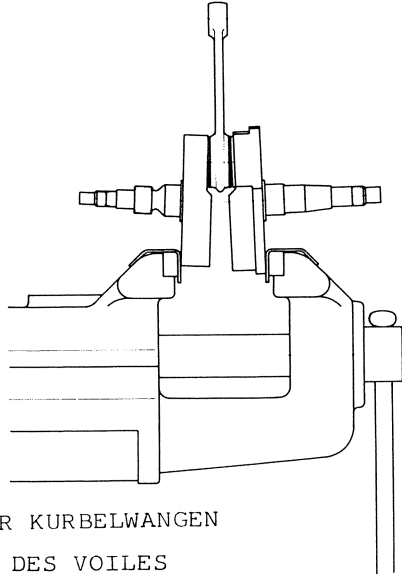

Fig. 53
- 2) Sind die Wangen laut Fig. 53 nicht parallel zueinander, (d.h. Schlag auf Lagersitze) so werden solche auf der gegenüber des Kurbelzapfens liegenden Seite in einem Schraubstock leicht zusammengespant.
- 2) Si les voiles accusent un défaut de parallélisme selon fig. 53 (faux-rond sur les portées de roulements) effectuer la correction en serrant légèrement du côté opposé au maneton, ceux-ci dans un étau.